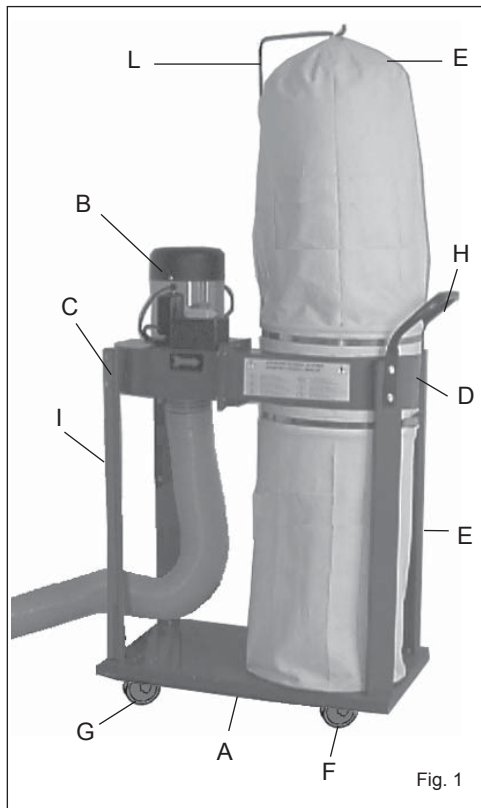

Fig. 1
1.6 DESCRIZIONE DELLA MACCHINA (Fig. 1)